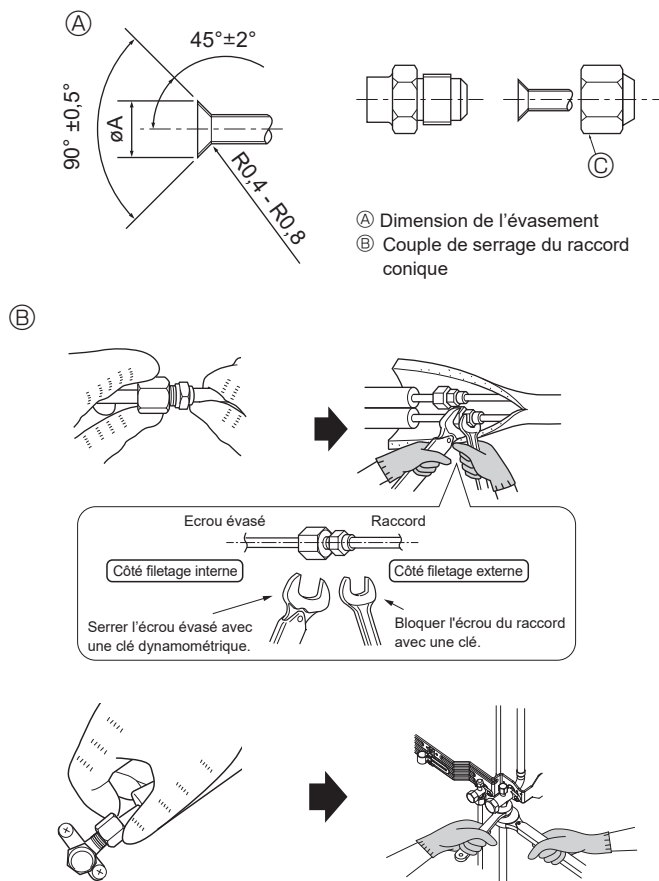

Fig. 4-8
Ⓐ (Fig. 4-8)
Ⓑ (Fig. 4-8)
4.2. Connexion des tuyaux (Fig. 4-8)